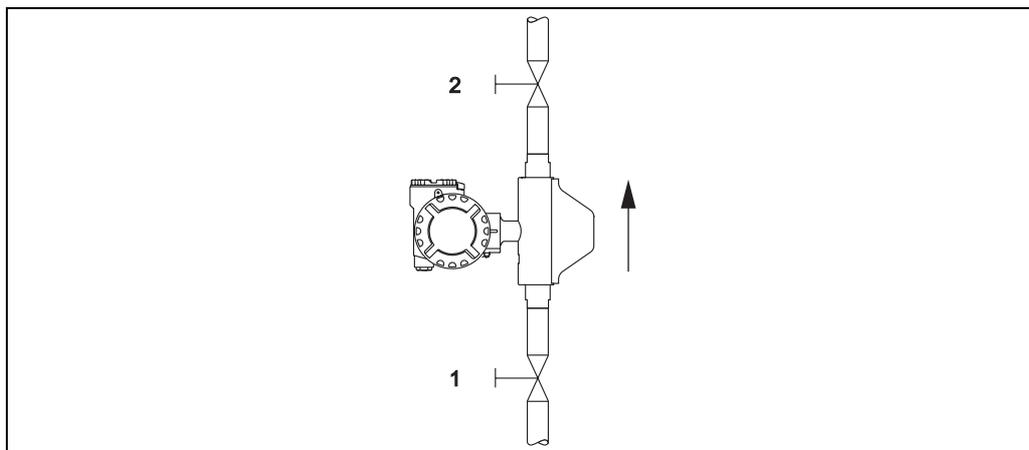

рис. 13: Коррекция нулевой точки и отсечные вентили (1 + 2)
- Коррекция нулевой точки выполняется при нулевом расходе. Это обеспечивается, например, при помощи отсечных вентилей, установленных на участке перед сенсором и/или за ним, либо посредством существующих клапанов и вентилей (→ рис. 13).